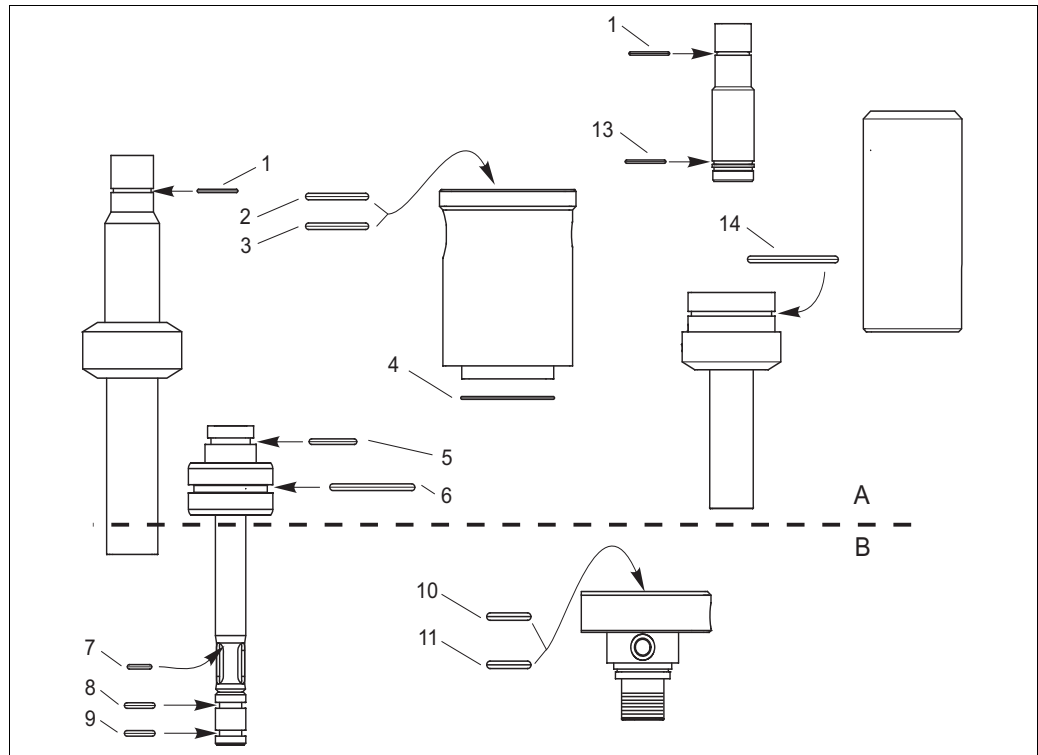

Fig. 21: Position des joints toriques
2. Remplacez les joints toriques montrés dans la fig. 21.